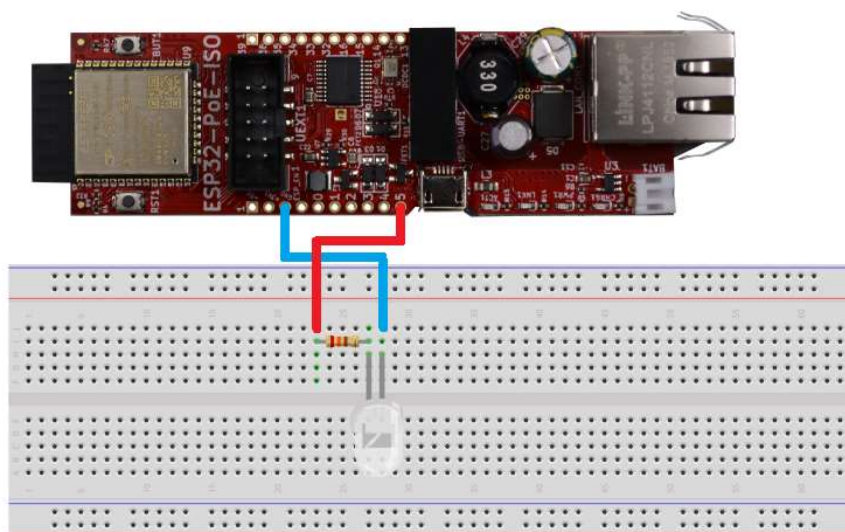

Figura 14 - Esquema de Ligação do LED
4. Siga as ligações da Figura 14 em que o valor da resistência deverá estar compreendido entre 230Ω e 500Ω.